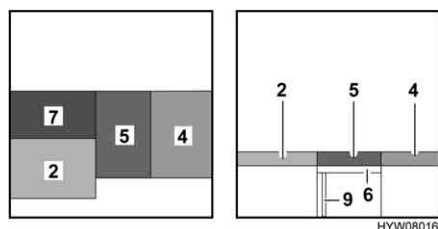

Fig. 113 Dopo la trasformazione
- Tirare il cuscino del divano (Fig. 113,5) al centro.
- Posizionare il cuscino dello schienale (Fig. 113,4) tra il cuscino del divano e la parete.